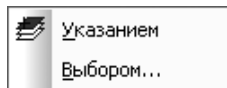

Рис. 1.93. Всплывающее меню пункта **Слой**
- **Слой** вызывает всплывающее меню, показанное на рис. 1.93.